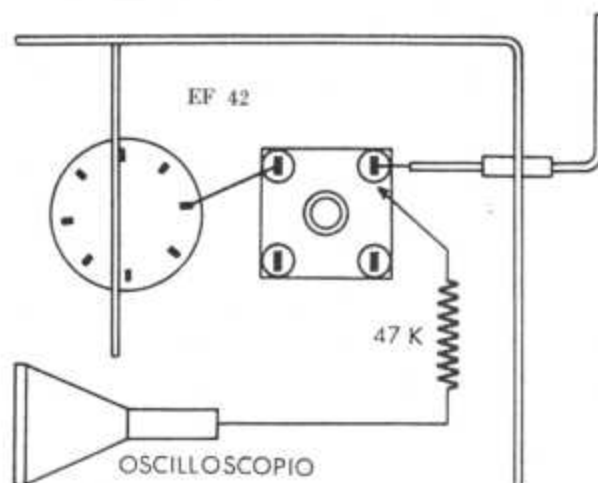

Fig. 17
Disposte le apparecchiature come indicato per l'allineamento dei canali, portare il cavo dell'oscilloscopio anzichè al «punto di prova» del sintonizzatore al punto del circuito del diodo rivelatore indicato in fig. 17 interponendo una resistenza di 47 K Ω .
- 6°) Collegare l'oscilloscopio tra il terminale disposto sulla basetta dell'avvolgimento L22 al quale si trova collegato il conduttore che arriva dal diodo (filo verde), e massa, disponendo in serie una resistenza da 47 Kohm (fig. 17). La sensibilità dell'oscilloscopio sarà regolata in modo che l'ampiezza massima della curva di risposta corrisponda a 1,5 Vp-p, valore di tensione che sarà poi mantenuta alla uscita dell'amplificatore di M. F. regolando l'attenuatore del generatore F. M.